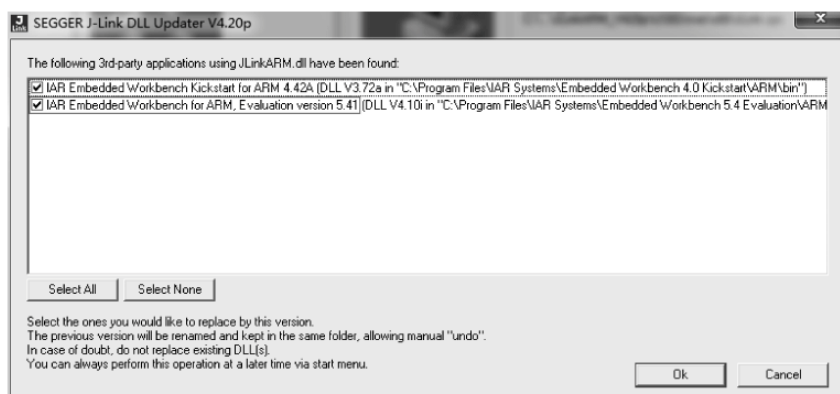

图 3.15 选择第三方环境支持
(6) 进入 SEGGER J-Link DLL Updater V4.20p 界面,勾选相应的 IAR 版本,单击 Next 按钮,如图 3.15 所示。